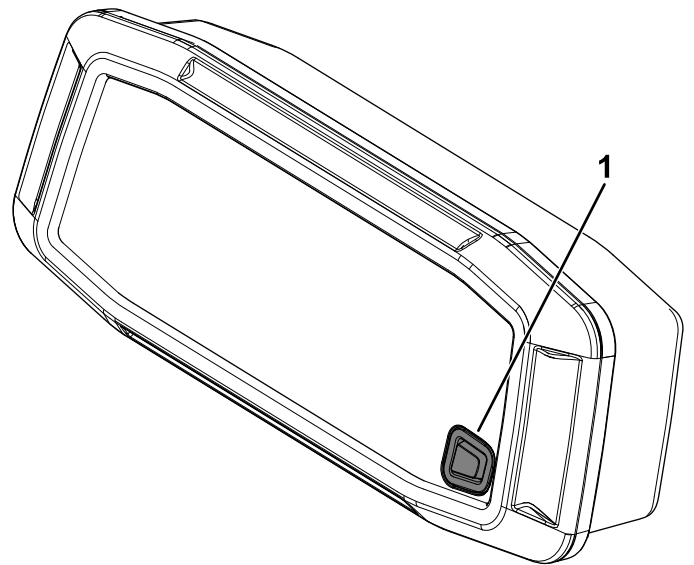

Bild 104
3. Lassen Sie den Motor laufen und betätigen Sie mit Ihrem Fuß das Bremspedal. Betätigen Sie die Display-Taste und halten Sie sie zehn Sekunden lang gedrückt (Bild 104).